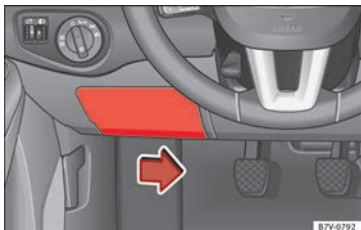

Abb. 207 Auf der Fahrerseite in der Instrumententafel: Abdeckung des Sicherungskastens.
- Zum Entriegeln des Deckels den Betätigungshebel an der Unterseite nach rechts drücken » **Abb. 207**.